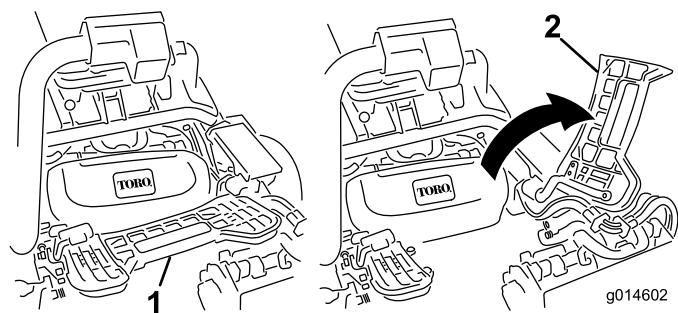

Рисунок 32
- Поднимите и поверните вверх подножку, открывая доступ к центральному режущему блоку (Рисунок 32).